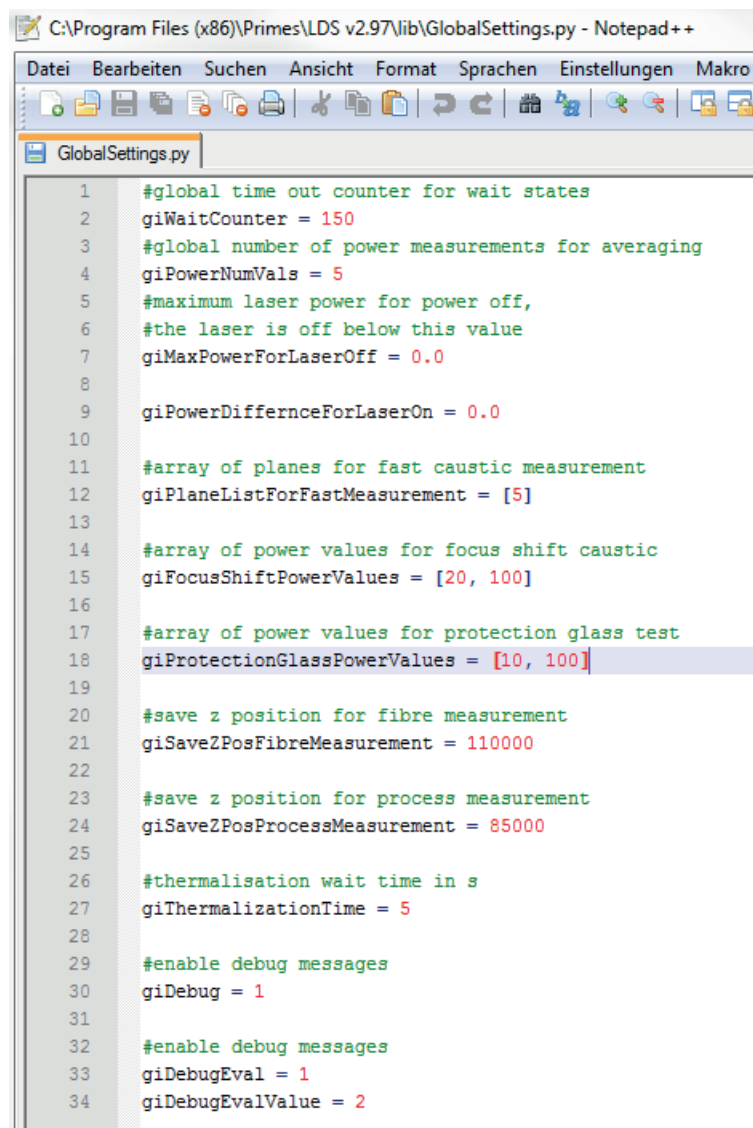

Abb. 21.28: Dateiinhalt der Datei *GlobalSettings.py*
1. Öffnen Sie die Datei mit einem Editor (z. B. Notepad++, siehe Abb. 21.28)